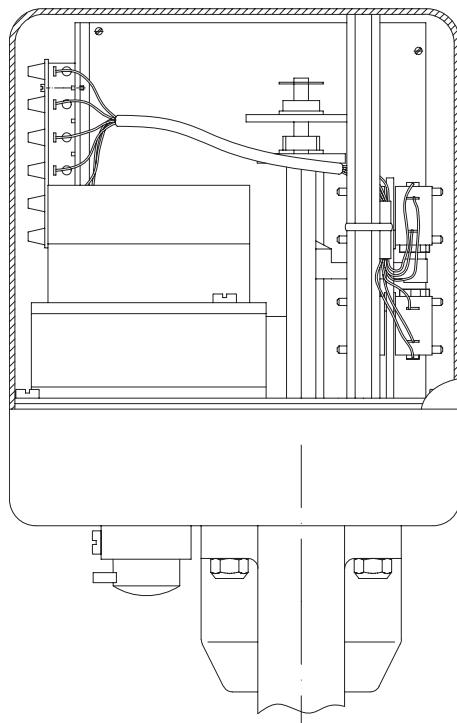

Рис. 9
- Электроподключение, как на рис. 9